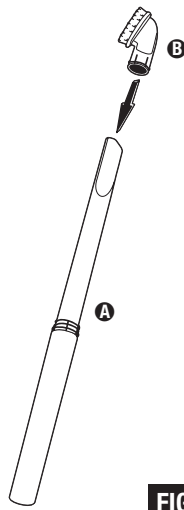

FIG. 11
Step 2: Place desired accessory onto end of hose or wand (FIG. 11).
Paso 2: Coloque el accesorio deseado en el extremo de la manguera o el tubo (FIG. 11).